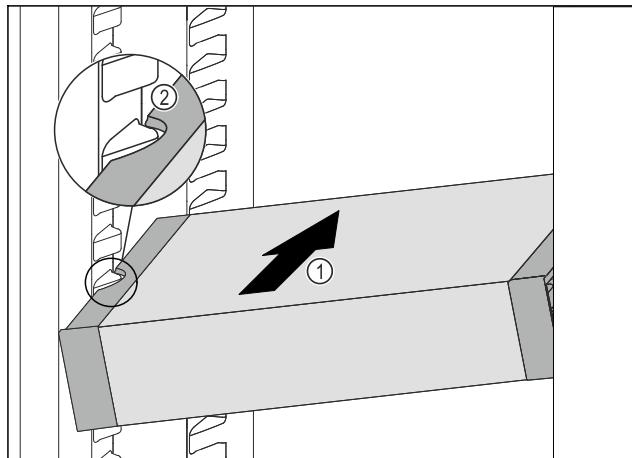

Fig. 102
- VarioSafe zasúvajte šikmo do chladničky Fig. 102 (1), kým sa bočné vybrania Fig. 102 (2) VarioSafe nebudú nachádzať vo výške rebra nádoby v chladničke.